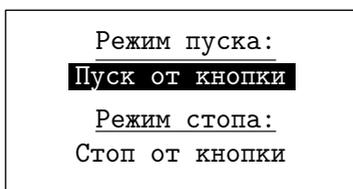

Рис. 3.30
3.5.4. "Режим пуска/стопа" - установка режима запуска/останова процесса регистрации (Рис. 3.30).